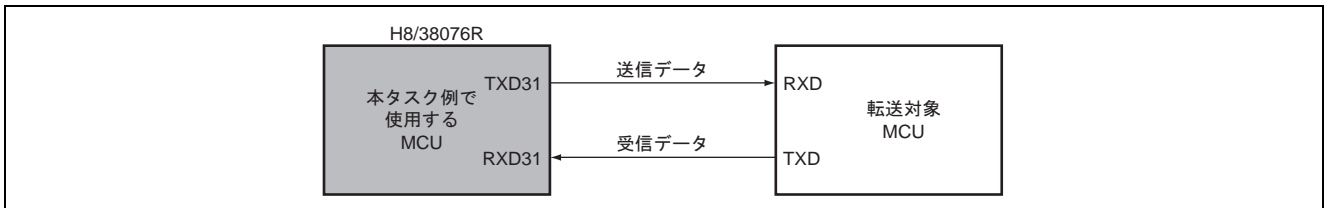

図 1 調歩同期式モードのシリアルデータ同時送受信接続図
- 図 1 に調歩同期式モードのシリアルデータ同時送受信の接続例を示します。